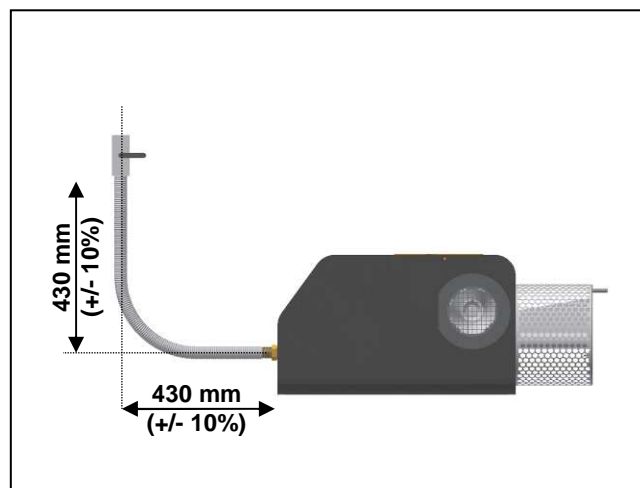

Fig. 27: Conexión vertical con curva de 90°
- ⇒ Montar una manguera flexible solo con una curva de 90° o con 2 empalmes de codo de 90° en una curva de 180° conforme con las Fig. 27, 28 y 29.